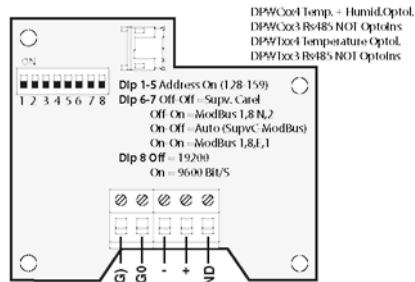
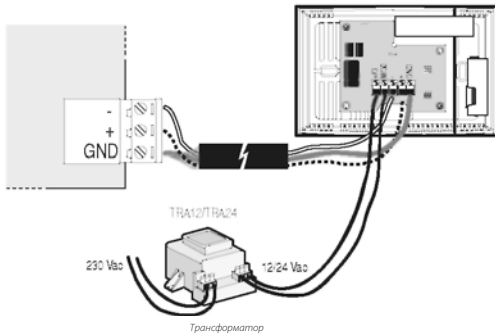

Рис. 6
Рис. 7
Настенные сетевые датчики серии DPW* производства компании CAREL применяются в системах кондиционирования, отопления, подготовки воздуха и холодильных установках. Эти датчики подсоединяются к контроллерам с последовательным интерфейсом. Помимо обычных настенных датчиков выпускаются модели для промышленных помещений и для установок в воздуховодах. Эти датчики оснащаются последовательными портами RS485. Это позволяет снизить расходы на монтаж, уменьшить число соединений и упростить схему подключения, поскольку большое количество датчиков можно подключить к одному последовательному каналу. В зависимости от модели контроллера всего может подключаться до 32 устройств. Данное семейство датчиков представлено разными моделями, которые отличаются элементами измерения температуры и влажности, а также наличием оптической изоляции последовательного порта RS485. Комбинированные модели (температуры и влажности) поддерживают функцию вычисления точки конденсации в виде переменной, доступной только для чтения. У таких датчиков точность измерения температуры и влажности выше, чем у датчиков, которые используют выходной сигнал напряжения или тока, поскольку отсутствует необходимость конвертации сигнала и аналоговых измерений контроллерами. Для выбора режима передачи последовательного сигнала и адреса периферийного устройства предусмотрены 8 микропереключателей (DP1, 8), показанных на Рис. 6:
На Рис. 6 показаны схемы подключения напрямую или через оптически изолированный последовательный порт. На Рис. 4 показана типовая схема подключения к контроллеру CAREL семейства pCO.
- необходимо предусмотреть базовую изоляцию от сети питания контроллера, к которому подключен датчик. Во избежание ошибок из-за влияния тока питания, можно использовать дополнительное питание через внешний трансформатор (Рис. 7 – трансформатор TRA12VDE00 или TRA2400001).
- чтобы снизить уровень помех от электропитания (для моделей датчиков БЕЗ оптической изоляции), можно использовать дополнительное питание через внешний трансформатор (пример см. на Рис. 7, коды трансформаторов TRA12VDE00 и TRA2400001). Трансформатор не заземляется и может размещаться внутри панели управления, что позволяет устранить помехи от источника питания. В системах с несколькими сетевыми датчиками каждый датчик должен запитываться через отдельный трансформатор. При таком подключении максимальное расстояние между датчиками составляет 100 м (Рис. 6), а общая дистанция подключения – 500 м.